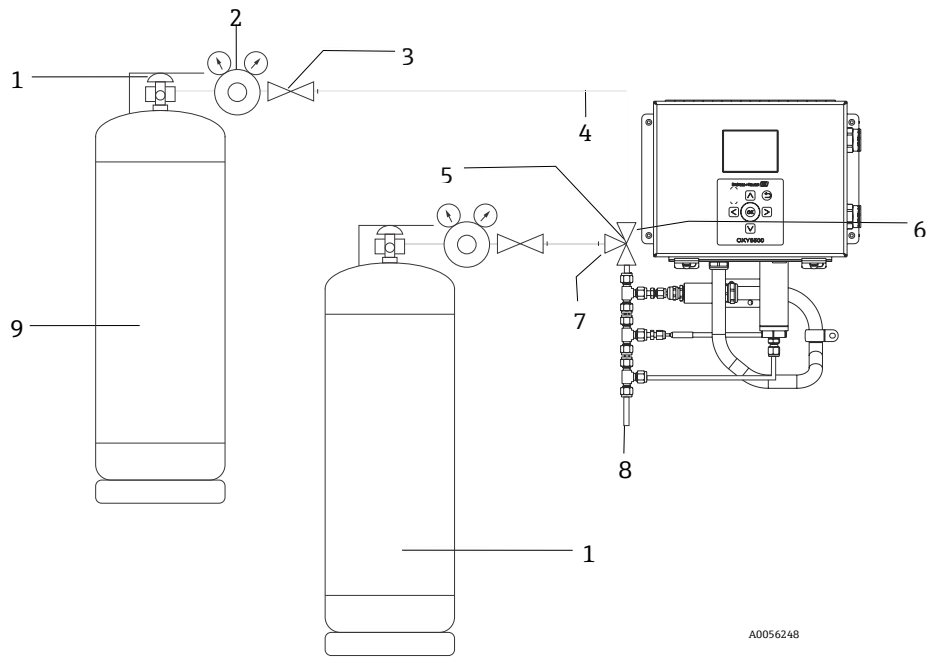

図 17. 校正ガスボンベと OXY5500 アナライザの接続に関する一般的なレイアウト
- 左矢印をクリックすると、測定値のグラフが表示されます。測定トレンドの表示 → 図 17 を参照してください。
低範囲の校正 (0~100 ppmv 以下) には、3 方弁構成を使用してください。高範囲の測定には、3 方弁を使用せずに N₂ ガスと校正ガスを順次接続してください (図 17 を参照)。